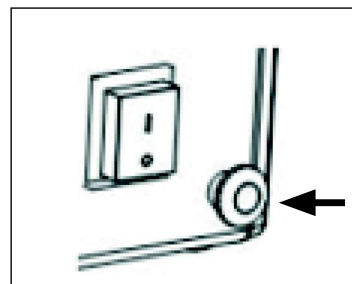
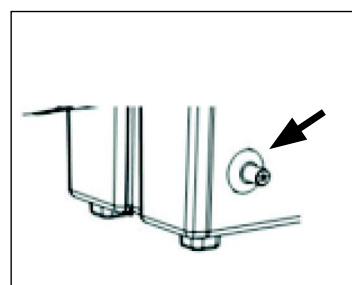

fig. 2
fig. 3
- 2.2. Appuyez sur le bouton de la vanne de gaz avec votre main droite (fig. 2) tout en appuyant plusieurs fois sur l'allumage piézo-électrique (avec votre main gauche jusqu'à ce que la flamme s'allume (fig. 3)).